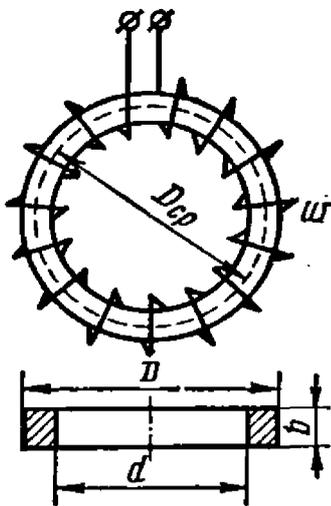

Рис. 9.1
9.1. На кольцевой замкнутый сердечник (рис. 9.1) равномерно нанесена обмотка с числом витков $\omega = 200$. Поперечное сечение кольца прямоугольное. Наружный диаметр кольца $D = 16$ см, внутренний диаметр $d = 10$ см, толщина $b = 4$ см.